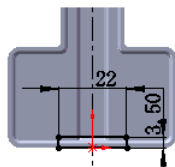

图 16.6.43 横断面草图
② 定义横断面草图。在草图环境中绘制图 16.6.43 所示的横断面草图。
(3) 定义切除深度属性。在“切除—拉伸”对话框区域的下拉列表中选择 **完全贯穿**选项。
(4) 单击对话框中的按钮, 完成切除—拉伸 1 的创作。